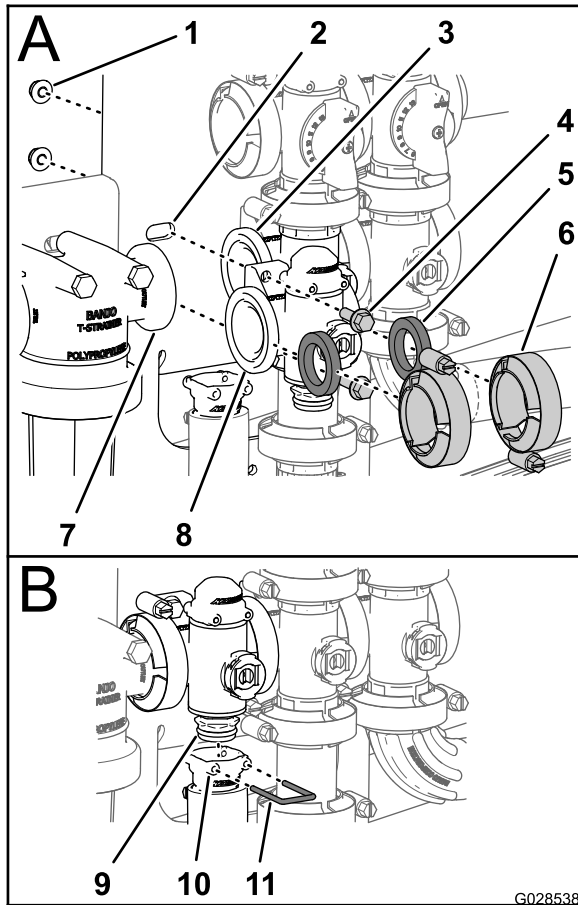

図 101
1. 散布量制御バルブマニホールドのフランジと圧力フィルタヘッドとの間に、ガスケット枚を入れる 図 101; A。
5. 散布量制御バルブをバルブマウントに組み付ける 図 101; A); フランジヘッドボルト (2本)、フランジロックナット 2個 を使用するが、これらはステップ 3 散布量制御マニホールドバルブの取り外し (ページ 63) で取り外したものを利用する、ボルトとナットを 1017 - 1243 N·cm 1.0 - 1.2 kg/cm² = 90 - 110 in-lb にトルク締めする。
6. 出口フィッティングを、マニホールドバルブの下側エンドキャップフィッティングに取り付ける 図 101; B。
7. エンドキャップフィッティングを出口フィッティングに取り付ける (出口フィッティングのソケットにリテーナを差し込んで固定する 図 101; A)。
3. 散布量制御バルブマニホールドのフランジと攪拌バルブのマニホールドとの間に、ガスケット枚を入れる 図 101; A)。